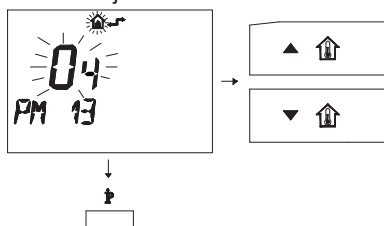

Fig. 5.51
- Modifique el punto de consigna programado mediante los botones  o  y espere a que el número programado comience a parpadear (Fig. 5.51).